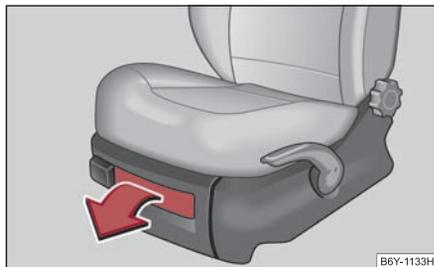

Fig. 108 Asiento delantero:
- Para abrir la tapa, inclinar el cierre y levantar la tapa ⇒ fig. 108.